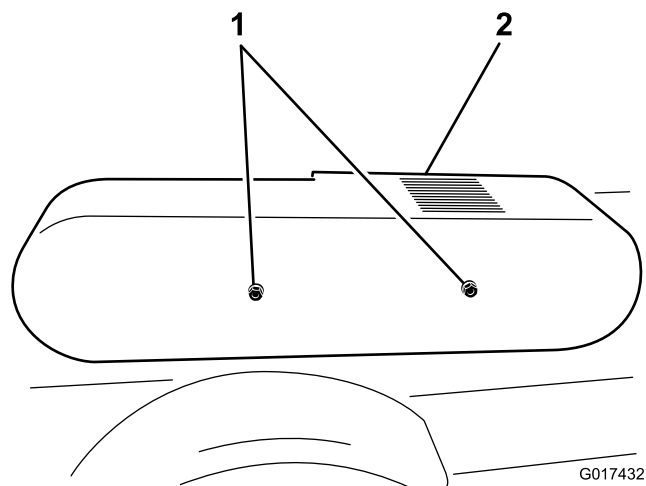

Figure 17
2. Déposez le protège-courroie (Figure 17).